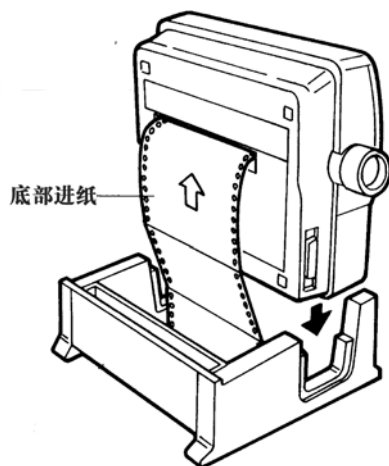

图 3-11 从打印机底部装入打印纸
4. 将打印机后部朝下放置（见图 3-11）。
5. 从打印机底部的槽中装入连续纸或标签纸，见图 3-11。拉动该打印纸，使其露出 4~5 英寸的长度。一定要使该打印纸遮住缺纸传感器（该传感器距离打印机左边约有 2 英寸）。